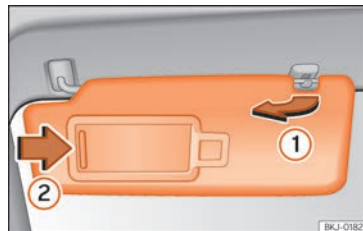

Abb. 147 Sonnenblende auf der Fahrerseite.
- Die Sonnenblende kann aus der Halterung herausgezogen und zur Tür >>> **Abb. 147**  geschwenkt werden.